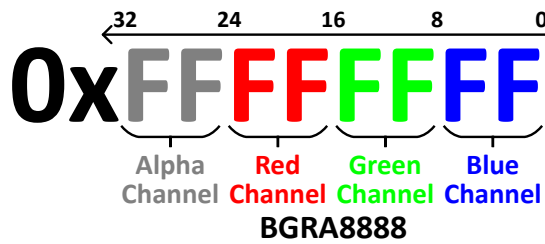

图 3. BGRA8888 格式
- `vg_lite_set_grad()` (章节 17) 使用数组来定义渐变的颜色。数组元素类型为 `uint32_t`，格式为 图 3 所示的 BGRA8888，而不是上述的 RGBA8888 格式的 `vg_lite_color_t` 结构体。